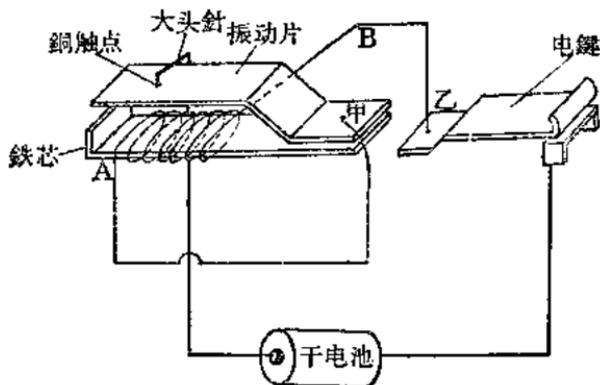

图 6
3. 在蜂鸣器的铁芯部分上先包上一、二层绝缘纸，再在纸上绕上 28 号的漆包线 30~40 圈，留出 A、B 两个线头（见图 6）；在作为振动片的铁皮上，用木钻子钻一个小孔，并从旧电线上剪下一小段粗铜丝（直径比小孔略小）放入小孔中，然后放在铁砧上用榔头敲平和敲牢（也就是在铁皮上铆上了一个铜触点）。
5. 接通电路:先用烙铁将 A 线焊在甲钉上,再将 B 线焊在乙钉上,最后在三夹板的反面,在大头针和口型铁皮上分别焊上两根导线,这两根导线的另一端分别接在电池的两极上。这样,整个蜂鸣器就做成了(图 6)。